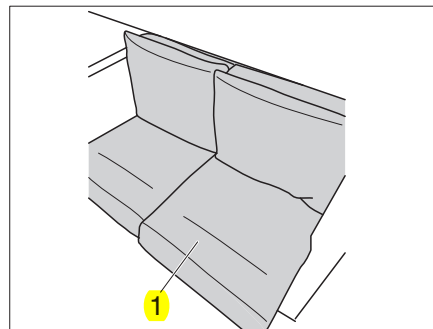

Bild 212 Polster auflegen
Das Sitzpolster (Bild 212,1) hat auf seiner Rückseite eine Verstärkung aus Kunststoff.
- Sitzpolster (Bild 212,1) mit Verstärkung auf der rechten Seite auflegen.